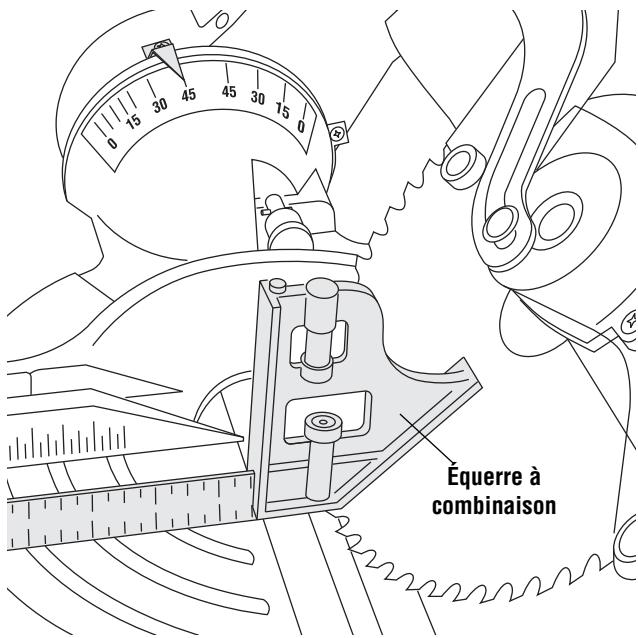

Figure 1. Contrôle de la butée d'inclinaison à 45° à droite
3. Placez l'équerre combinée de manière à appuyer sa surface à 45° contre la lame. (Figure 1)